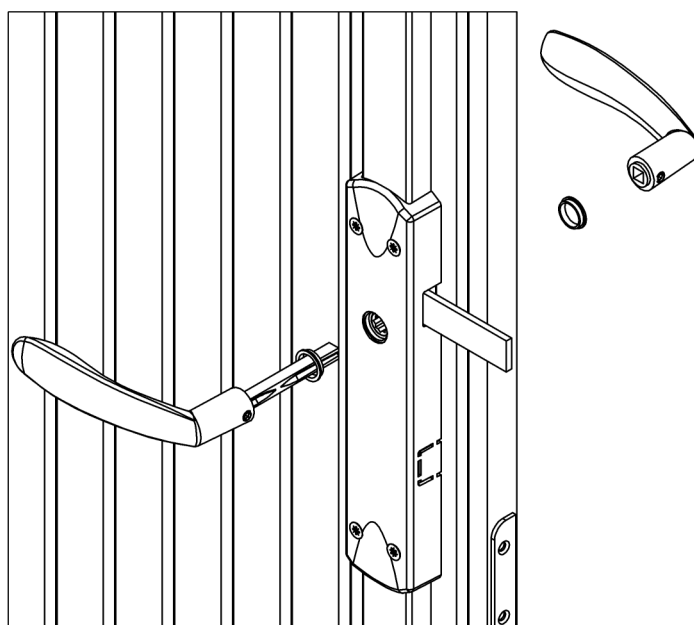

Figure 4.4
8. Installez la béquille (Fig. 4.4).